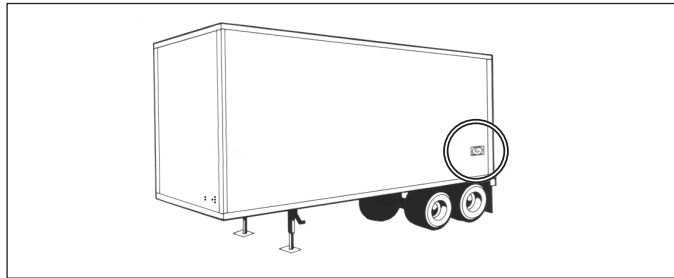

FIGURA 5 - LUZ INDICADORA DEL ABS MONTADA EN EL REMOLQUE
- **Luz indicadora del ABS del remolque:** controlada por la ECU para mostrar el estado del ABS, la luz indicadora del ABS se enciende cuando hay un código de diagnóstico de fallas (DTC) activo. Consulte la figura 5. Si no hay ningún código de diagnóstico de falla del ABS presente, cuando se aplica energía del encendido a la ECU, la luz se encenderá para verificar la bombilla y permanecerá encendida entre dos (2) y seis (6) segundos máximo.